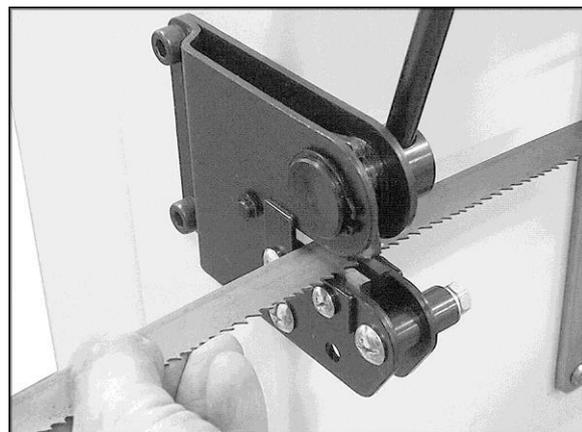

Figure 15
1. Positionner la lame dans la cisaille comme illustré en Figure 15. Assurez-vous que la lame est maintenue à angle droit par le couteau de la cisaille de sorte que la coupe soit perpendiculaire à la lame.